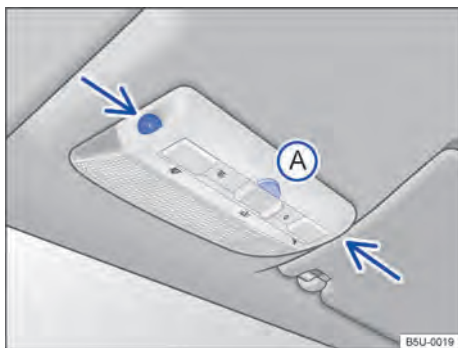

Fig. 47 No console do teto: sensores de monitoramento do interior do veículo e tecla (A) para desligar o monitoramento do interior do veículo.
O monitoramento do interior do veículo dispara o alarme com o veículo travado, se reconhecer movimentos no interior do veículo. O sensor e o receptor estão localizados no conjunto da lanterna de leitura → Fig. 47 (setas).
- Pressionar a tecla → Fig. 47 (A). No painel de instrumentos, a luz de controle  se acende.